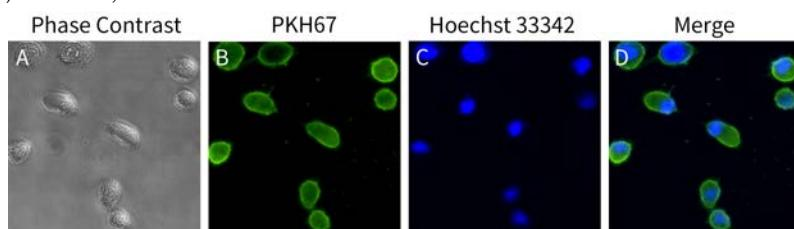

图2. 碧云天细胞膜绿色荧光染色试剂盒(PKH67) (C2073)对L929细胞的荧光染色效果图。PKH67染色液加入后37°C孵育5分钟，
- 本试剂盒可以直接染色活的细胞或组织的细胞膜，染色时间通常为5-20分钟。对于固定的细胞或组织，通常宜使用配制在PBS中的4%多聚甲醛固定液(P0099)进行固定，使用其它固定液可能会导致荧光背景较高。本试剂盒对L929细胞的染色效果请参考图2。